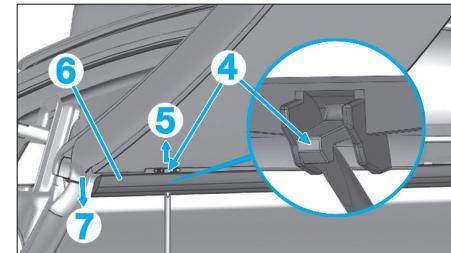

Fig. 118
- À l'aide d'un petit tournevis plat, dégrafer l'agrafe (4) vers le haut en suivant la flèche (5) (Fig.118).
- Dégager l'extrémité du joint lécheur extérieur (6) en suivant la flèche (7).